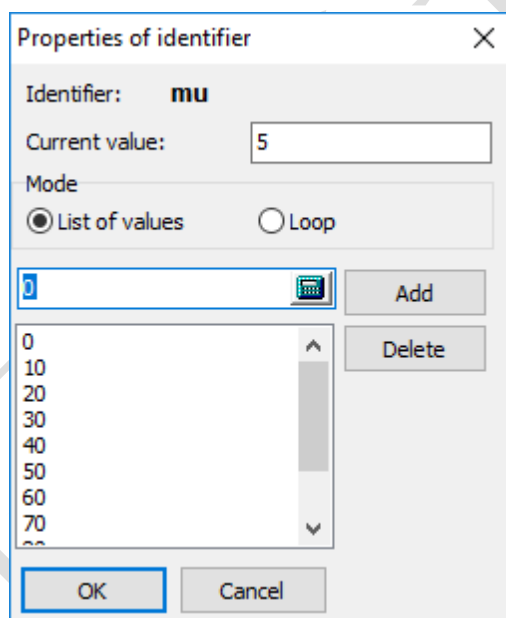

图 2.5 设置参数值
2. 弹出 **Parameter values** 窗口，依次添加 {0, 10, 20, 30, …… , 100} 共 11 个参数值，如图 2.5 所示。